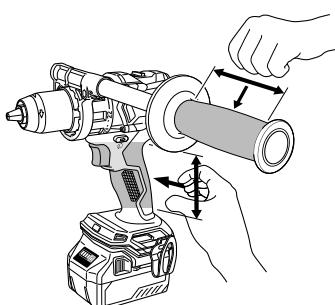

Fig. 1
- Asegúrese de sostener firmemente la herramienta durante la operación. De no hacerlo, podría sufrir un accidente o lesiones. (Fig. 1)**